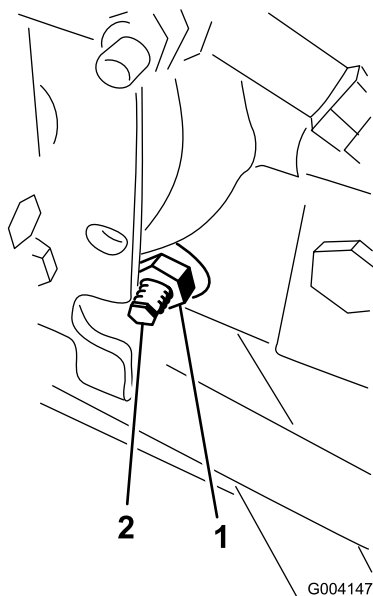

Figura 47
3. Dal lato destro dell'idrostat, allentate il dado di bloccaggio sulla camma di regolazione della trazione (Figura 47).